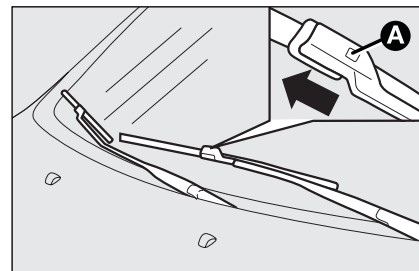

Рис. 14
- нажмите фиксатор **А, рис. 14** соединительной пружины и снимите щетку с рычага;